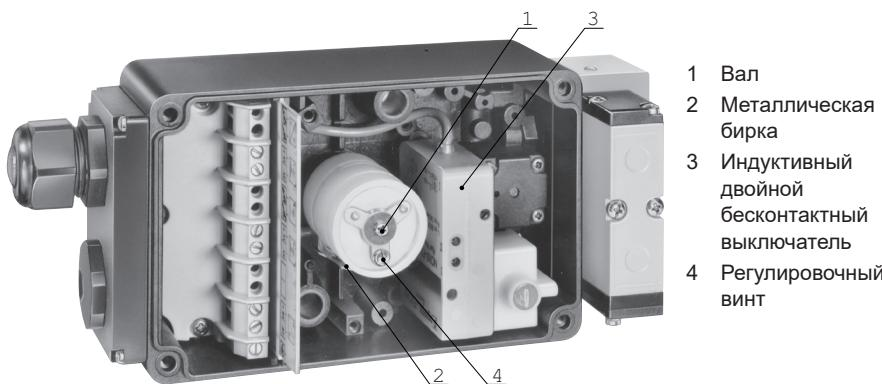

Рис. 18: Индуктивный двойной бесконтактный выключатель · Прибор без крышки корпуса и индикаторного колпачка
В приборах с индуктивным двойным бесконтактным выключателем (3) на валу (1) находится один управляющий флагажок (2) с углом открытия 70° или 90° (см. Рис. 18).